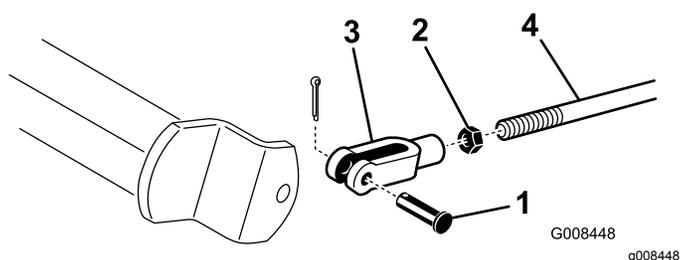

Figura 45
- A. Desengate as barras dos travões, retirando o respetivo contrapino e passador de forquilha (Figura 45).
- B. Liberte a porca de segurança e efetue o ajuste do passador de forquilha (Figura 45).
- C. Monte o passador de forquilha no eixo do travão (Figura 45).